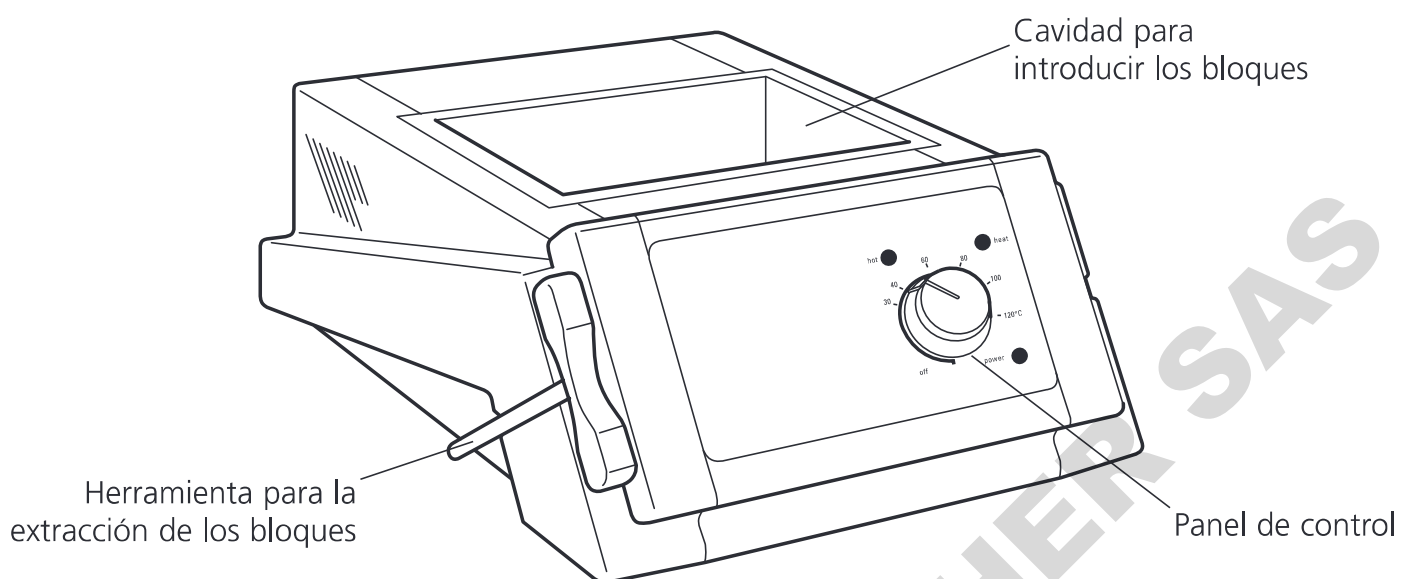

Figura 1: Vista frontal
Estrarre i blocchi dall'apparecchio servendosi dell'apposito estrattore in dotazione - vedere la figura 1.
Los bloques se introducen en la cavidad superior del equipo (véase la figura 1) y se calientan desde abajo. Todos los bloques son intercambiables y pueden utilizarse al mismo tiempo varios bloques para distintas medidas de recipientes.
3. Coloque los bloques de aluminio con cuidado en la cavidad superior del equipo (véase la figura 1).
5. Si es necesario, ajuste la cubierta de seguridad. Ésta puede estar simplemente apoyada en la parte superior del calentador o ajustada con los tornillos que incluye. Los tornillos deben ir colocados en los orificios situados en la parte trasera del equipo (véase la figura 1).